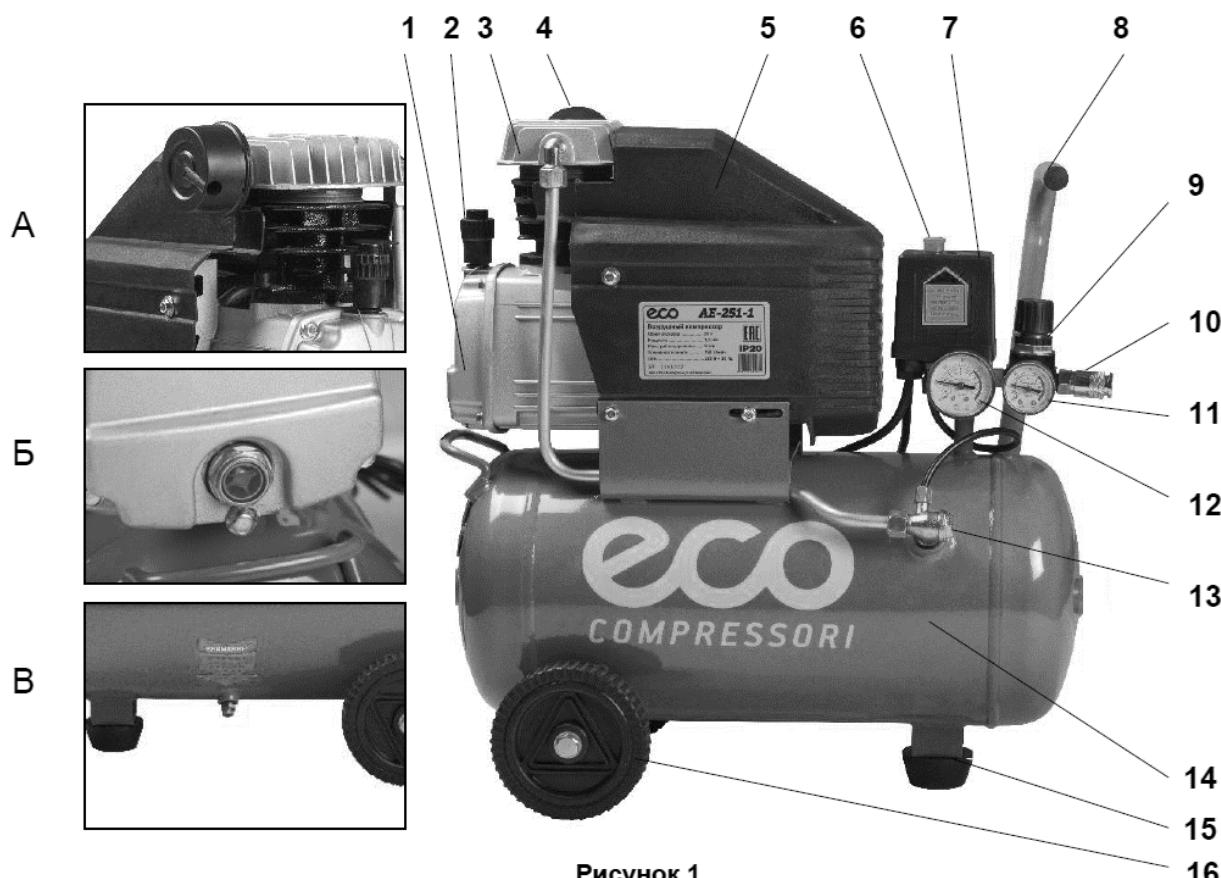

Рисунок 1
- Установите пробку со встроенным сапуном 2 (рис.1) маслозаливной горловины.
- Проверьте уровень масла. Он должен быть на уровне верхней кромки "красной точки" контрольного глазка (рис.1Б) или чуть выше его. При необходимости долейте масла, сняв пробку 2 (рис.1) маслозаливной горловины на крышке картера. Помните, что после первых 30 часов работы следует полностью заменить масло одним из типов, в указанных в таблице (п.5.4).
Убедитесь, что на компрессоре установлено защитное ограждение и выключатель 6 на Прессостате 7 находится в выключенном положении (см. рис.1).
После завершения вышеперечисленных операций компрессор готов к эксплуатации. Проверьте, чтобы переключатель 6 на прессостате 7 (рис.1) находился в положении «OFF».
При первом запуске компрессора, оставьте его поработать на время приблизительно 5 минут с полностью открытыми кранами выпуска воздуха. По истечении этого времени, закройте кран и проверьте, чтобы компрессор нагнетал воздух в ресивер 14 (рис.1) и останавливался автоматически по достижении максимального давления, указанного на компрессоре, а также на индикаторе манометра.
ВНИМАНИЕ! Реле давления (прессостат) 7 (рис.1) отрегулировано изготавителем, и не должно подвергаться регулировкам со стороны пользователя.
При помощи регулятора давления 9 (рис.1), установите требуемое значение: при повороте ручки по часовой стрелке давление увеличивается, при повороте против часовой стрелки – уменьшается.
Значение давления выводится на манометр 11 (рис.1).
Отвинтите сливную пробку (См. рисунок 1 Б) и слейте масло в емкость.
ВНИМАНИЕ! Если в ресивере 14 сжатый воздух находится под большим давлением, то при открытии крана для слива конденсата (рис.1В) произойдет выброс конденсата со значительной силой;
- откройте кран для слива конденсата (рис.1В) и слейте конденсат в поддон;
- закройте кран для слива конденсата (рис.1В).
- открутите шестигранную головку обратного клапана 13 (рис. 1);